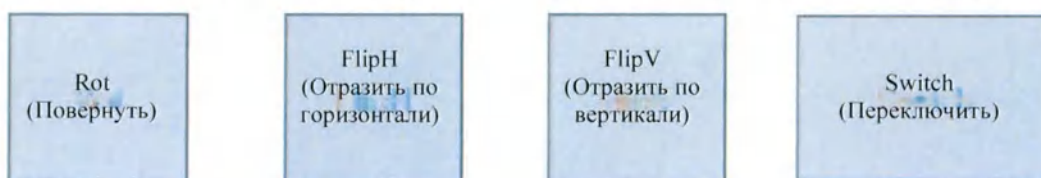

Рисунок 7-8. Кнопки перемещения
Обработка или сегментация и выравнивание пленки осуществляется автоматически на фоне. Передний (A) и верхний/левый (S/L) края должны быть выровнены. Если они не выровнены, имеются различные варианты перемещения как для пленок A/L, так и пленок A/S, которые позволят пользователю выровнять их (см. рис. 7-8).